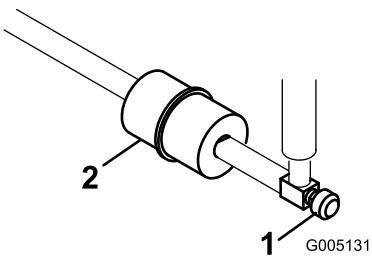

Figura 38
Nell'impianto di alimentazione, tra il serbatoio carburante e il carburatore, è integrato un filtro in linea (Figura 38). Sostituite il filtro ogni 800 ore di servizio o prima, qualora il flusso del carburante fosse ostacolato. Assicuratevi che la freccia posta sul filtro punti in direzione opposta al serbatoio carburante.
1. Chiudete la valvola di intercettazione del carburante, allentate la fascetta stringitubo sul lato carburatore e rimuovete il tubo di alimentazione dal filtro (Figura 38).